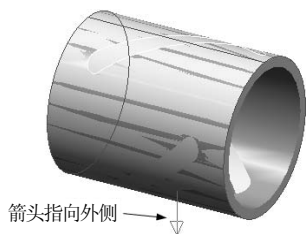

图 4-28 改变加工侧的曲面
3) 单击鼠标左键选择顺时针方向为走刀方向。系统又弹出提示“选择需要改变加工侧的曲面”,注意要保证加工侧的箭头指向圆柱表面的外侧,如图 4-28 所示。